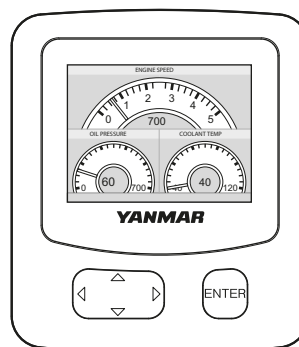

Bild 4
- När motorn startar visar VC20-displayen skärmen med motortillstånd (**Bild 4**).